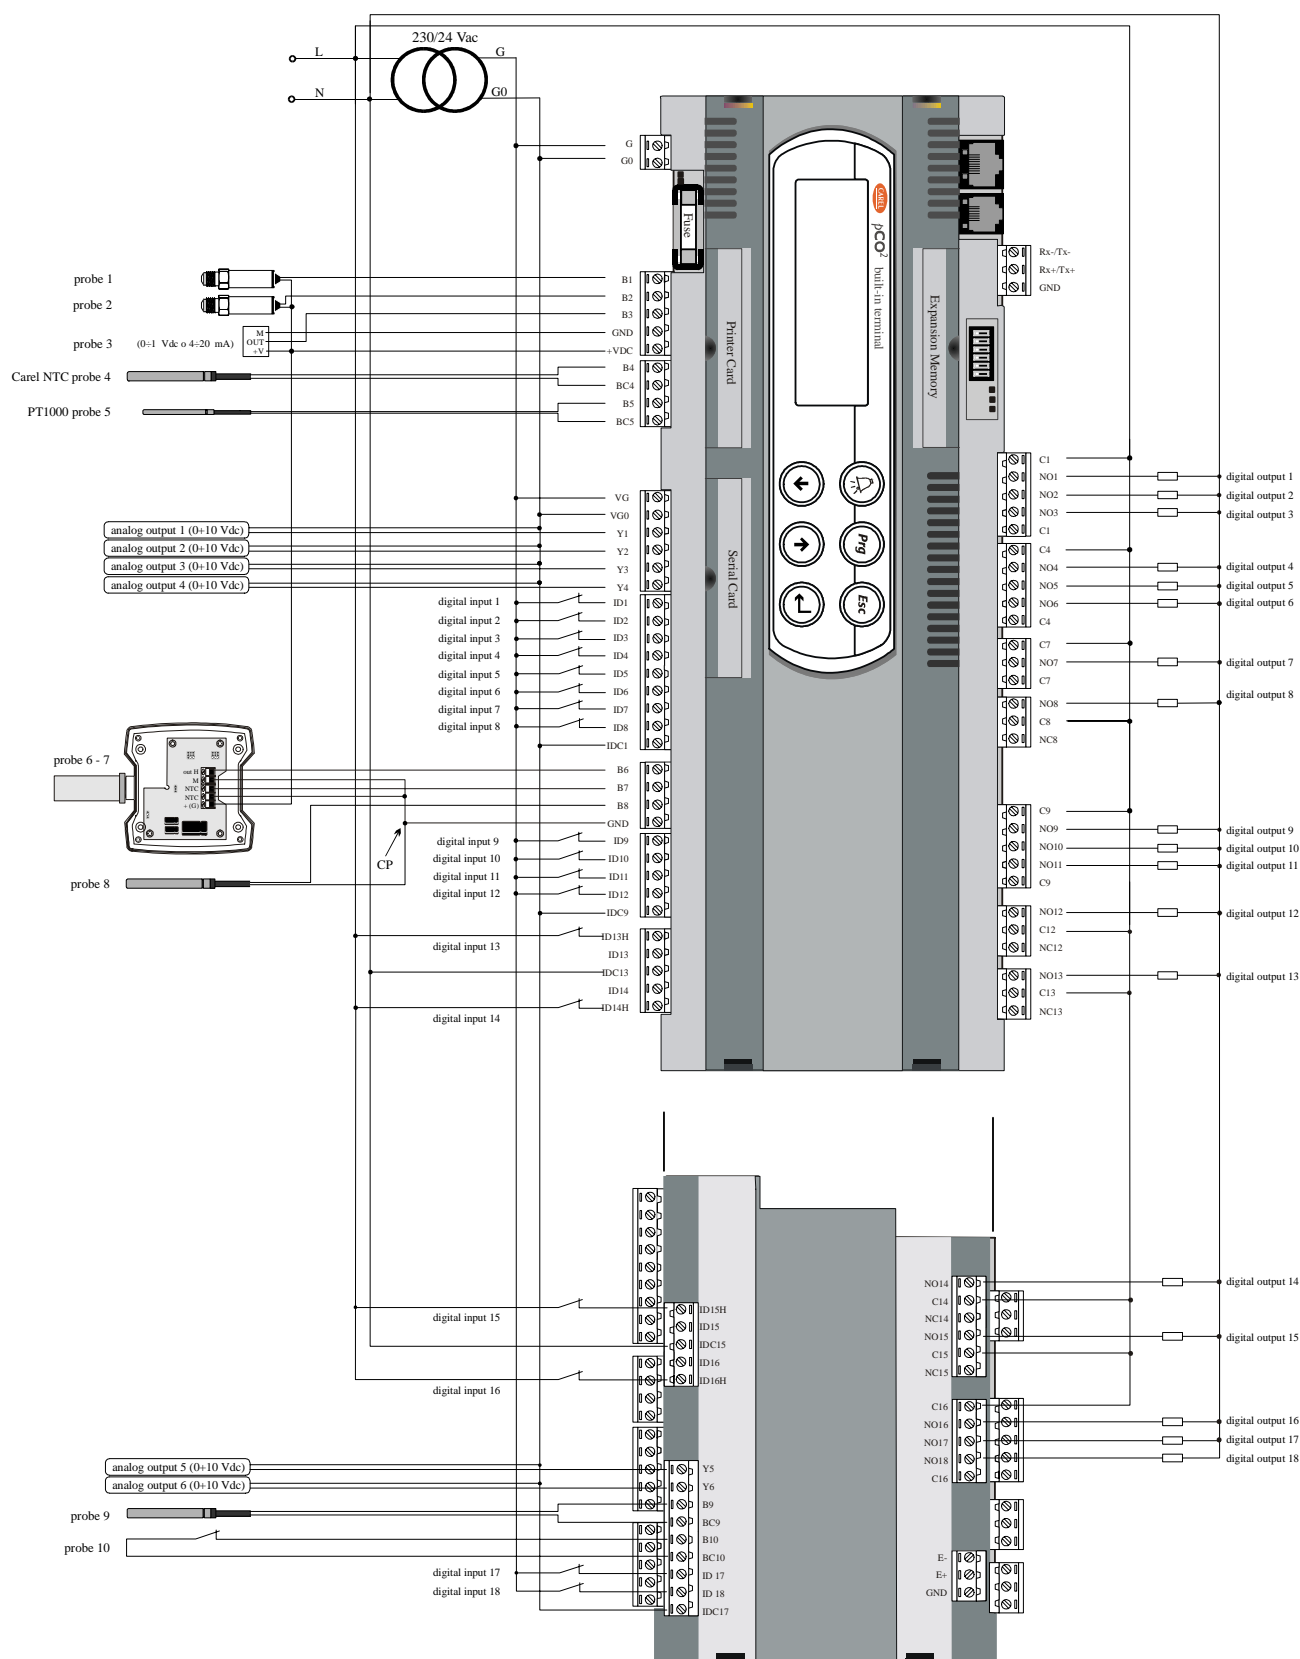

Fig. 7.1
A continuación hay dos ejemplos (Figs. 7.1 e 7.2) de cómo conectar el pCO² a varios dispositivos.
- La conexión equipotencial CP, Fig. 7.1 (probe 8), debe ser ejecutada directamente sobre la terminal GND y **nunca** fuera del tablero eléctrico.